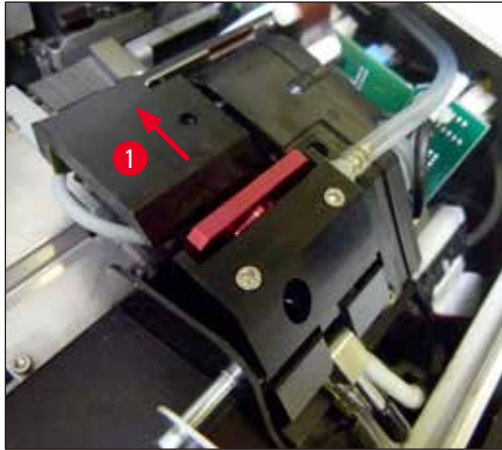

図 54
2. 印字ヘッド(→ "図 54-1")が上方に、シールリップから約 1 cm 離れた位置まで移動します(→ "図 54")。